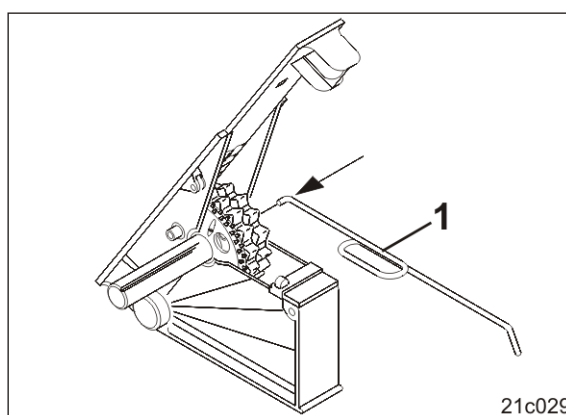

Fig. 120
2. Den Stift mit dem mitgelieferten Schlüssel (Fig. 120/1) gegen das Feinsärad drücken.